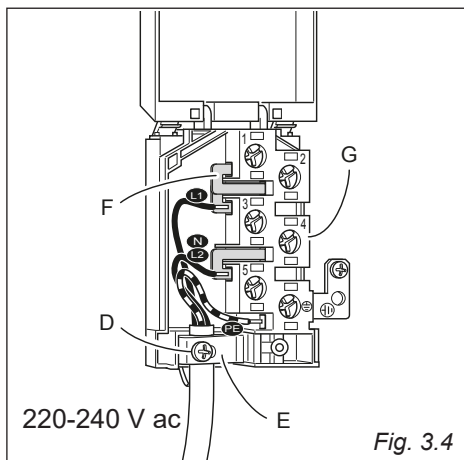

Fig. 3.4
- Svitare la vite "D" e aprire completamente il fermacavo "E" (fig. 3.4 - 3.5 - 3.6).
- Posizionare il ponte a U "F" nella morsetteria "G" (fig. 3.4 - 3.5 - 3.6) secondo lo schema elettrico di figura 3.3.